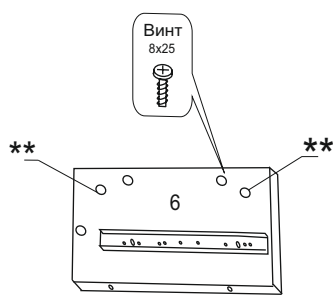

Рис.3
Далее собранную конструкцию присоединить к тумбам через сквозные отверстия в перегородках (рис.3) с помощью винтов 8x25 (№1), вставив винт в фutorку, установленную заранее (на производстве) в боковины тумб.
2. Каждая направляющая состоит из двух съёмных, зафиксированных частей. Поэтому возьмите и отодвиньте ножку фиксатора вниз и аккуратно вытащите съёмную часть направляющей. (рис.3а).
3. Теперь у нас каждая направляющая состоит из двух съёмных частей (рис.3б). Съёмные части №1 крепятся к боковине ящика, а части №2 к боковине ниши, где будет ящик. Съёмная часть направляющей №1 крепится к боковой стенке ящика.
7. Теперь как установить шариковые направляющие к боковине ниши. Передняя часть направляющей должна быть на одном уровне с краем боковины ниши, на которую крепится направляющая (рис.3в).
рис.3а
рис.3б
рис.3в